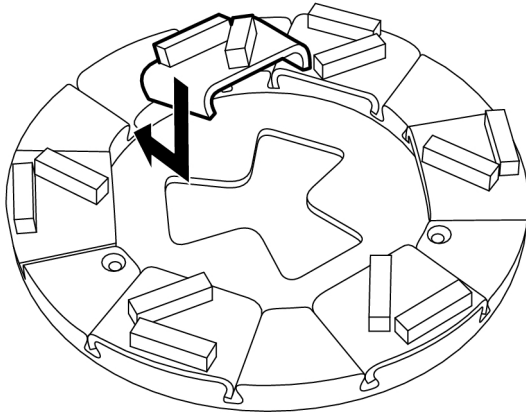

Figura 4-13. Montaje de la herramienta pulidora
1. Bajar la herramienta pulidora oblicuamente hasta la ranura guía del portaherramientas, ver Figura 4-13, página 25. A continuación, insertar la herramienta completamente en la ranura guía.
2. Bajar la herramienta pulidora nueva oblicuamente hasta la ranura guía del portaherramientas; ver Figura 4-13, página 25. A continuación, insertar la herramienta completamente en la ranura guía.
3. Montar la herramienta deseada en la máquina, ver Figura 4-13, página 25.